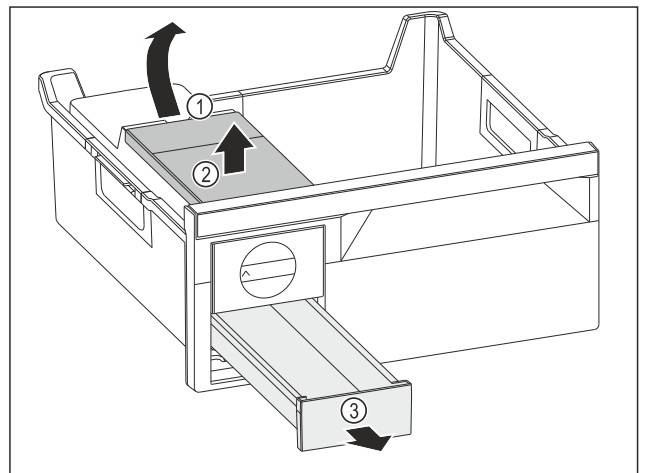

Fig. 75
- ▶ Odobratie nádržky na vodu: Nádržku na vodu nadvihnite za vybranie Fig. 75 (1).
- ▶ Nádržku na vodu Fig. 75 (2) odoberte smerom nahor.
- ▶ Zásuvku na kocky ľadu Fig. 75 (3) odoberte smerom nahor.